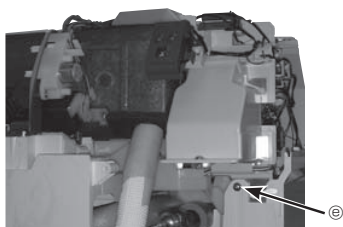

Fig. 6-7
- 9 Retirer la vis du boîtier électrique. (Fig. 6-7)